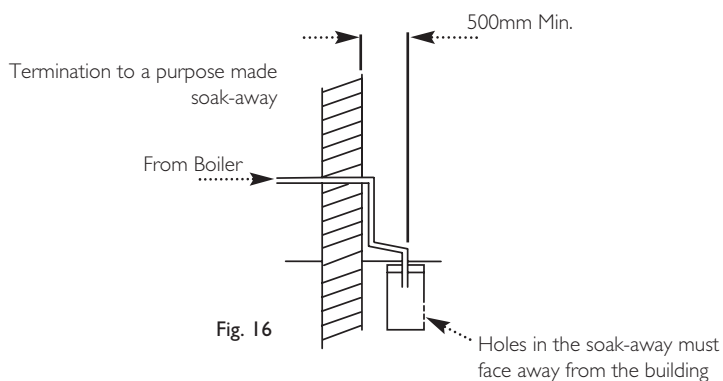

Fig. 16
- iv) to a soakaway - Fig. 16.